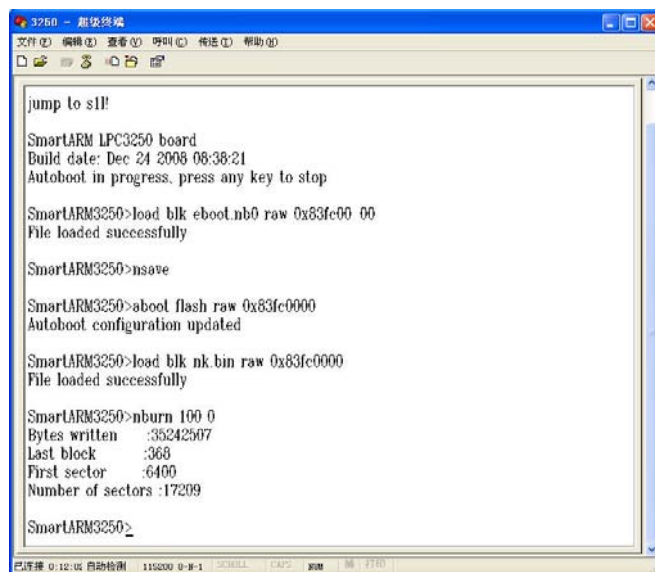

图 3.6 烧写 NK.bin 到 NAND Flash
3. 在超级终端中输入命令: nburn 1000, 将 NK.bin 烧写到 NAND Flash 中, 如图 3.6 所示。